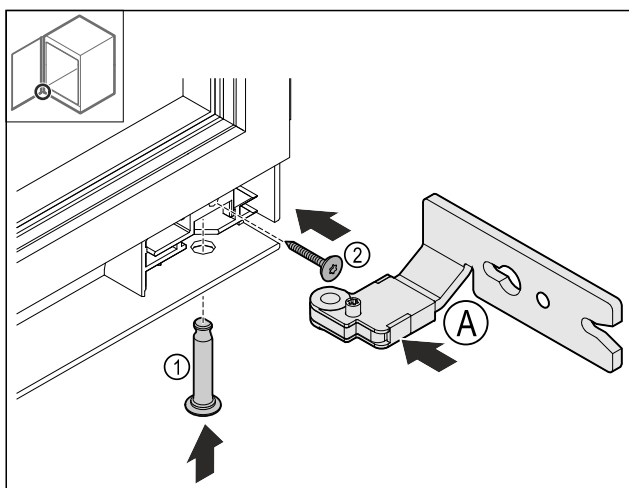

Fig. 27
- Onderste scharnier Fig. 27 (A) plaatsen.
- Bouten Fig. 27 (1) plaatsen en vasthouden.
- Schroef Fig. 27 (2) vastdraaien.